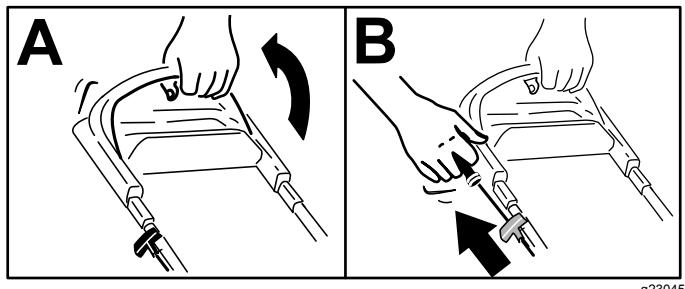

Figura 14
2. Tirate delicatamente la maniglia dell'avviatore autoavvolgente fino a quando non avvertite resistenza, poi tiratela in modo secco e lasciate che ritorni nel guidacavo sulla maniglia lentamente (B di Figura 14).
1. Tenete la barra di comando delle lame contro la maniglia (A di Figura 14).